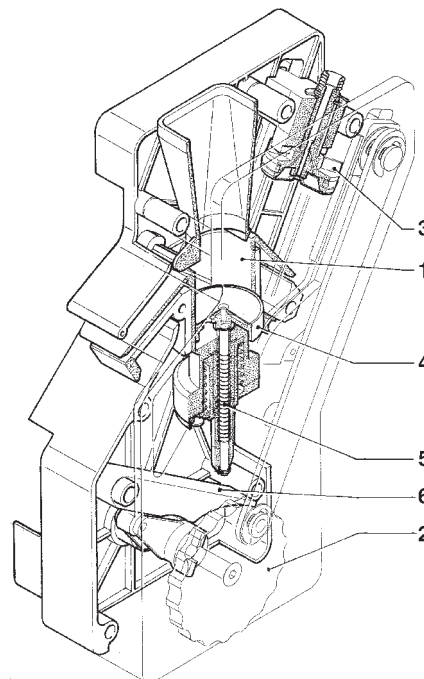

Fig. 10
Il caffè cade nella camera di infusione (1) disposta verticalmente (vedi fig. 10).